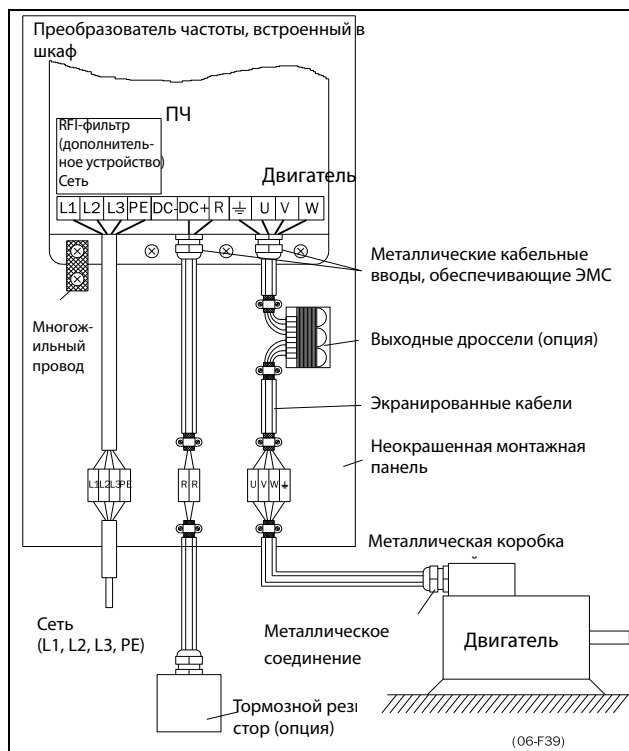

Рис. 42 Преобразователь частоты в шкафу на монтажной панели
- Соединение заземления хомутами, см. Рис. 42, необходимо только в случае, если монтажная панель окрашена. Все преобразователи частоты имеют неокрашенную заднюю поверхность, поэтому подходят для монтажа на неокрашенной панели.
- Шинное подключение заземления через хомут, см. Рис. 42, необходимо, только если монтажная панель окрашена. Все преобразователи частоты имеют неокрашенную заднюю поверхность, поэтому подходят для монтажа на неокрашенной панели.
Если кабели двигателя предполагается разрывать переключателями, выходными дросселями и т. п., необходимо обеспечить непрерывность экранирования путем использования металлических корпусов, монтажных пластин и т. п., как показано на Рис. 42.
- В случае монтажа преобразователя частоты в стандартном шкафу внутренняя проводка обязательно должна соответствовать стандарту по ЭМС. На Рис. 42 показан пример преобразователя частоты, встроенного в шкаф.